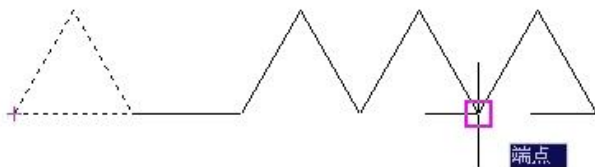

图 2-51 复制图形
②复制。将选中的图形对象复制到指定位置，可进行多重复制，如图 2-51 所示。